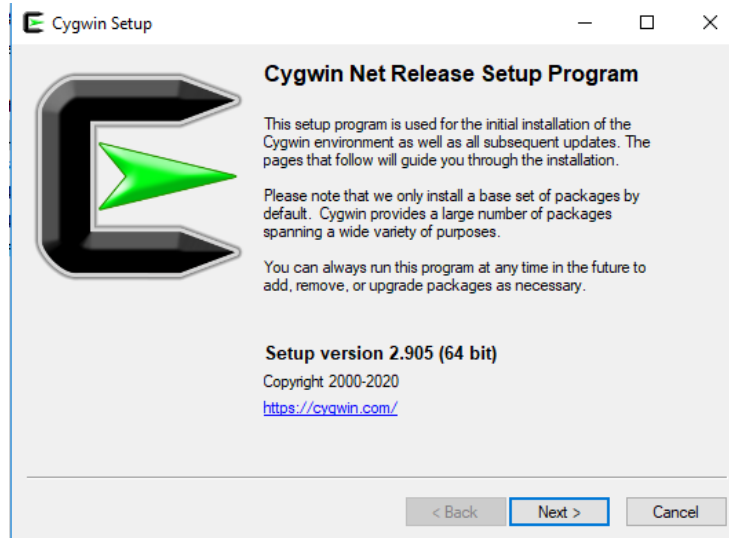
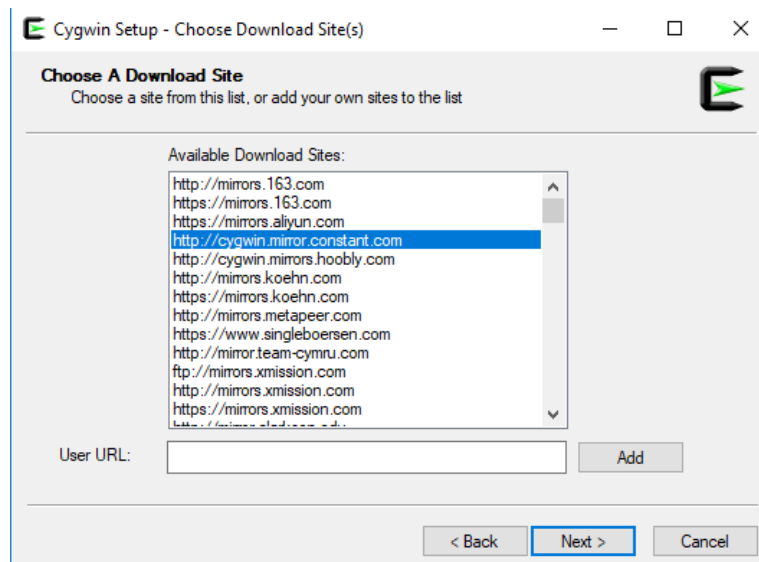

Figura 102. Ventana de instalación de Cygwin
Figura 103. Elija el sitio de descarga
2. Ejecute el archivo de configuración en su máquina haciendo doble clic en él (Figura 102). Haga clic en **Siguiente** varias veces, manteniendo las opciones predeterminadas. El instalador le pedirá que elija un **sitio de descarga** (Figura 103), puede elegir cualquiera de ellos.